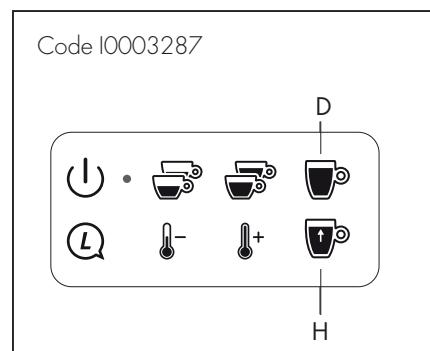

Fig. 12
Pour code I0003287, la touche (D) distribue 240 cc et la touche (H) distribue 90 cc ; aussi, veiller à positionner un conteneur adapté à la quantité distribuée (Fig. 12).